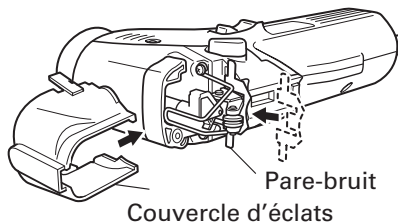

Fig. 19
- (3) Fixer le couvercle d'éclats avec le pare-bruit entre le couvercle d'éclats et le couvercle du réducteur. (Fig. 19)